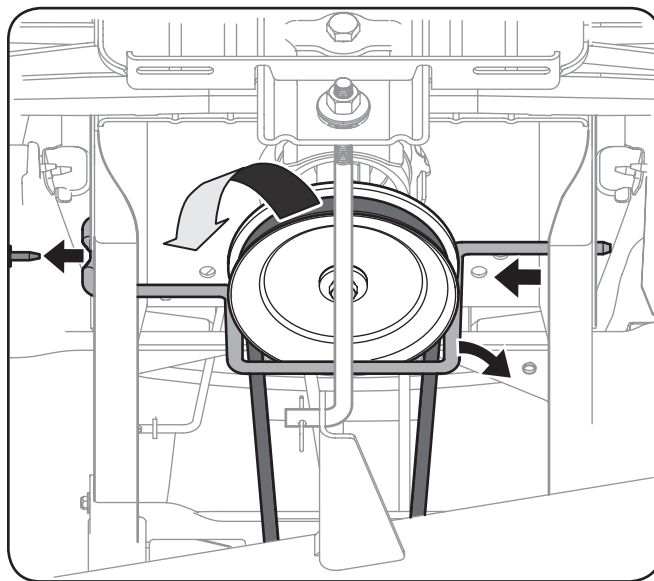

Figura 7-1
5. Saque el tornillo hexagonal que asegura la varilla guardapolea del motor al chasis. Consulte Figura 7-1.